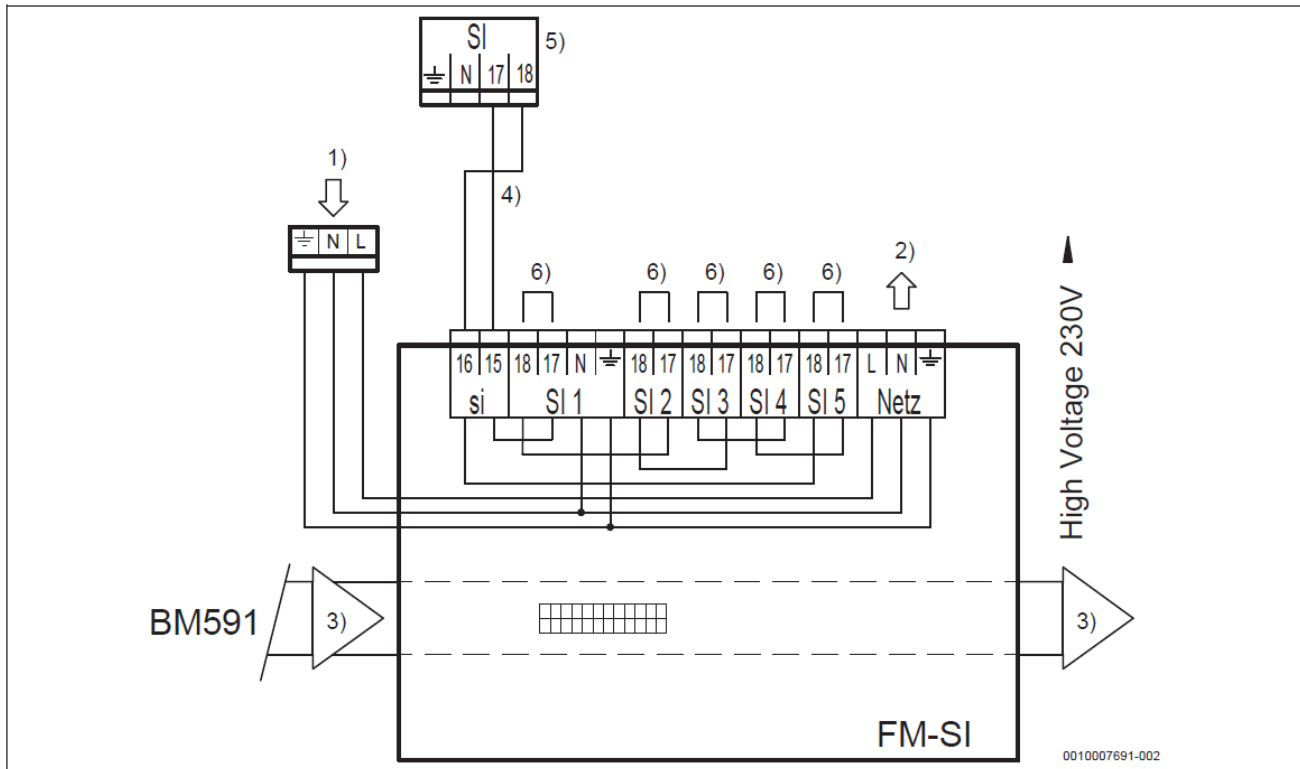

Рис. 91 Електрична схема функціонального модуля FM-SI
Увага! Якщо мережевий штекер не підключений (→ Рис. 91, [1]), а запобіжне коло замкнуте, активується індикація несправності.
- До клем SI системи керування (→ Рис. 91, [5]) у випадку встановлення модуля FM-SI не допускається підключати додаткові запобіжні пристрої. Перемичку на клемі SI необхідно видалити.